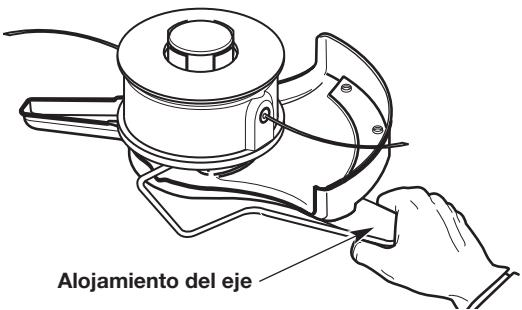

Fig. 14
- Mantenga la varilla de seguridad en su lugar sujetando el otro extremo contra el alojamiento del eje (Fig. 14).